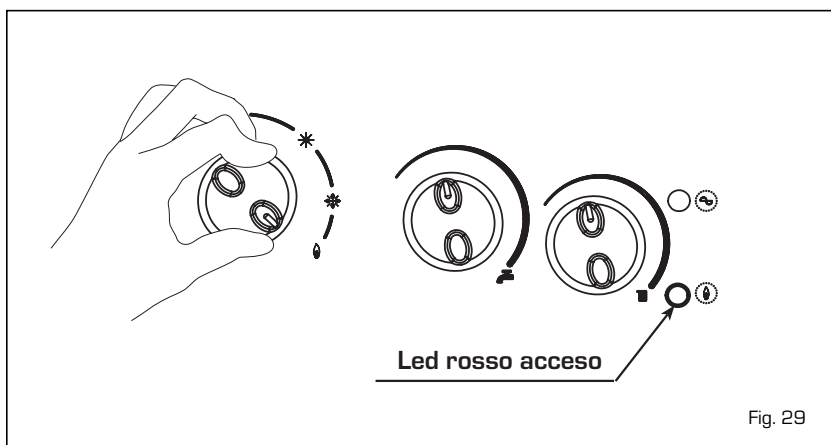

Fig. 29
- Ripristino pressione impianto riscaldamento (fig. 29/a)